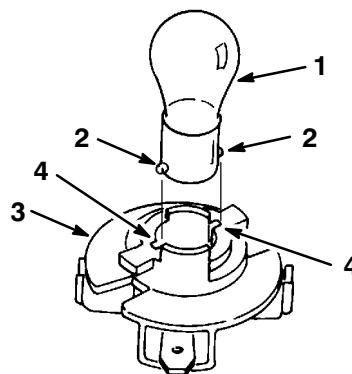

Bild 35
4. Drücken Sie die Birne herein, drehen Sie entgegen dem Uhrzeigersinn bis zum Anschlag (ca. 1/4 Umdrehung) und nehmen sie aus der Birnenfassung heraus (Bild 35).
1. Die Glühbirne hat Metallstifte an der Seite ihres Unterteils. Fluchten Sie die Stifte auf die Schlitz in der Birnenfassung aus und setzen das Unterteil in die Fassung (Bild 35). Drücken Sie die Birne hinein und drehen sie im Uhrzeigersinn bis zum Anschlag.